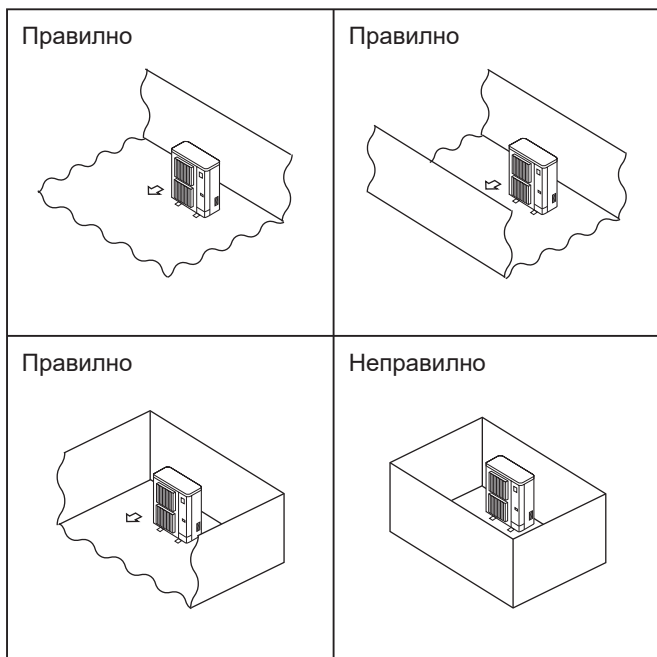

Fig. 2-1
- © Монтирайте външните тела на място, където поне една от четирите страни е открита, и на достатъчно голямо пространство без понижено атмосферно налягане. (Fig. 2-1)